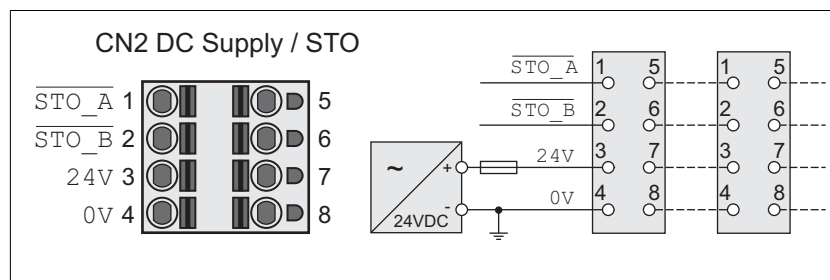

Ilustración 28: Esquema de conexiones de la alimentación del control
- La conexión CN2, clavija 3 y 7, así como CN2, clavija 4 y 8 (véase Ilustración 28) pueden utilizarse como conexión de 24 V/0 V para otros consumidores. 1 Observe la corriente de bornes máxima permitida ("Propiedades de los bornes CN2").